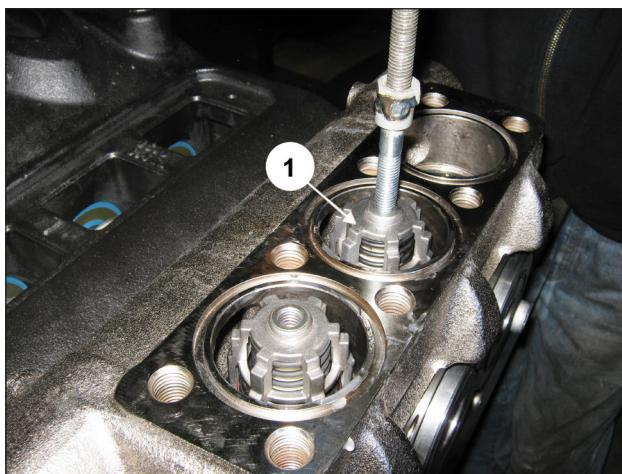

Abb. 145
Setzen Sie die Druckventilgruppe ein (Pos. ①, Abb. 144). Die komplette Ventilgruppe muss bündig eingesetzt sein und so erscheinen wie in Pos. ①, Abb. 145.